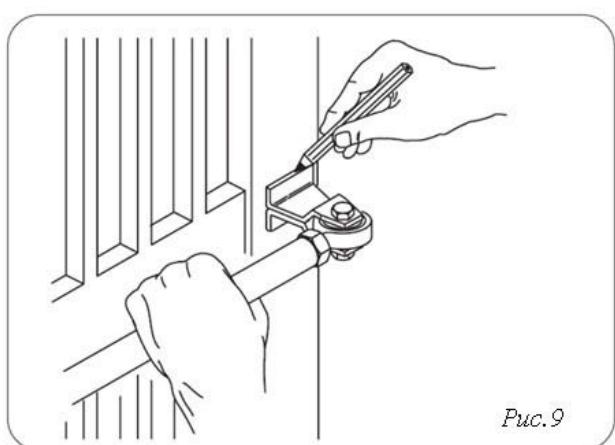

Рис.9
8) Закройте створку и, удерживая привод абсолютно горизонтально, определите позицию переднего кронштейна на створке (Рис.9)